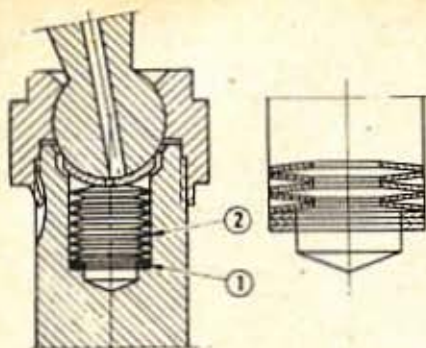

Fig. 129. — Empilage des rondelles « Belleville »
• Prendre dans le sachet n° P.D. 3839.02 les rondelles d'appoint 1 s'il en existe, et les introduire dans le fond du chambrage de la crémaillère ; puis empiler les 13 rondelles Belleville 2 selon la figure 129.